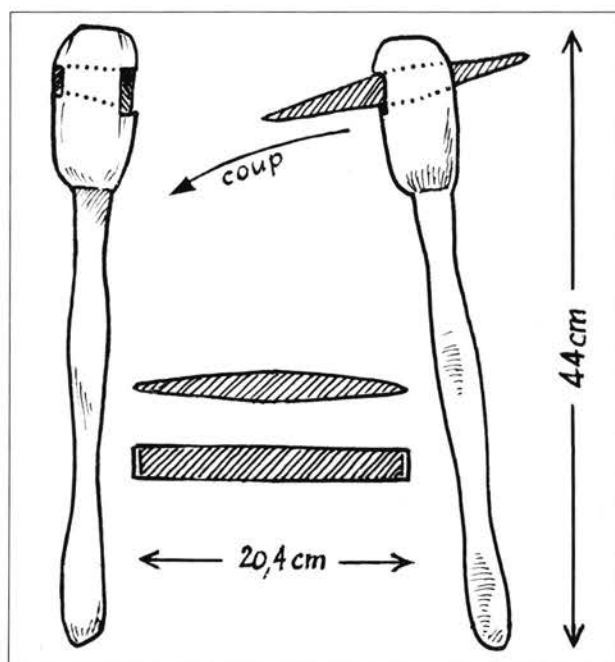

Fig. 23
3. Le **marteau de moulin** proprement dit intervenait après le picot. Il peut être à œil, avec alors une emmanchure traditionnelle, ou sans œil; le losange d'acier vient alors s'insérer dans une sorte de massue percée d'un pertuis rectangulaire, plus ouvert d'un côté que de l'autre. Ce marteau est une sorte de fossile vivant puisqu'il est probablement le dernier vestige des techniques préhistoriques pour emmancher haches ou herminettes de pierre. Avec la panne coupante, le meunier ravivait le flanc abrupt de la rainure (cf. Fig. 23).